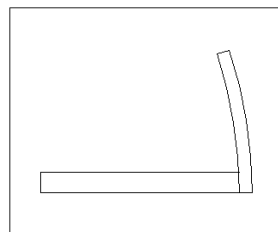

图 18-3
(2) 作矩形。单击  按钮或者在命令行直接输入 `rectangle`，将矩形两个对角设为 $(-53.5,0)$ 和 $(30, 2.5)$ ，结果如图 18-3 所示。
(3) 在命令行直接输入 `pedit`，将上述多义线连接成一个整体。
(4) 对上述区域进行面化。单击  按钮或者选择 `Drawing→Region` 命令。